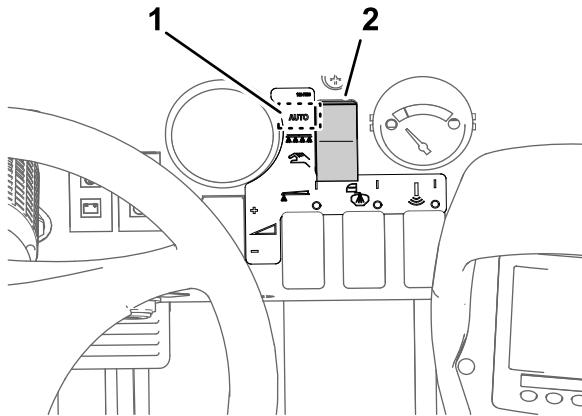

Figura 35
3. Mueva el interruptor del modo de fumigación al Modo de caudal de aplicación (Figura 35).